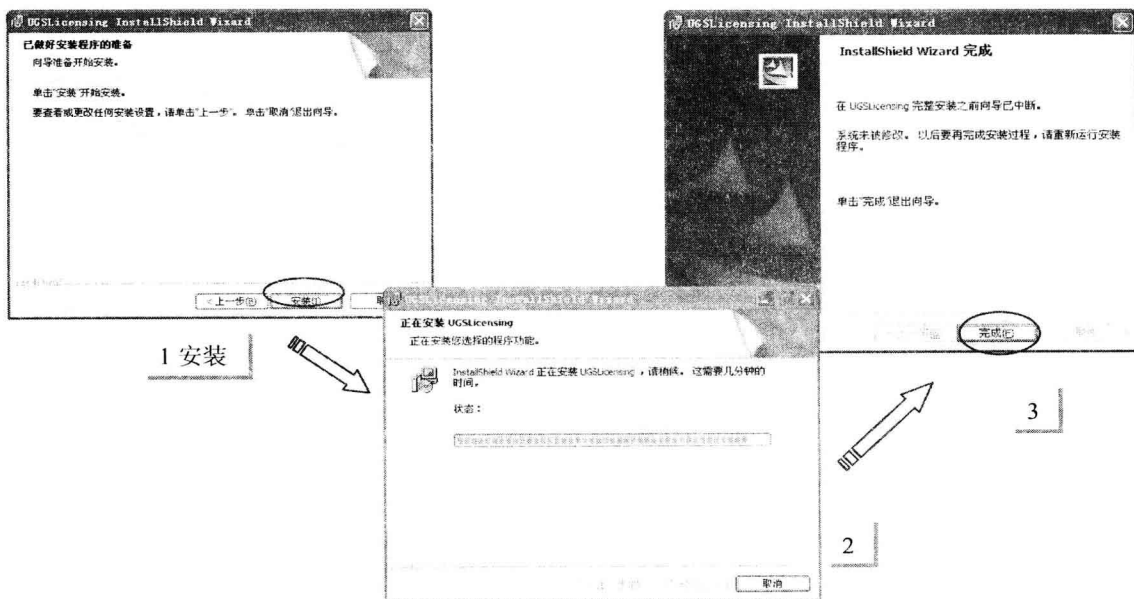

图 1-10 安装 License 服务器
- ⑦ 单击【下一步】按钮，进入准备安装阶段。单击【安装】按钮，进入“正在安装”对话框。安装授权服务器开始安装程序需要等待 1min 左右的时间安装完成，单击【完成】按钮，安装授权服务器结束，操作步骤如图 1-10 所示。